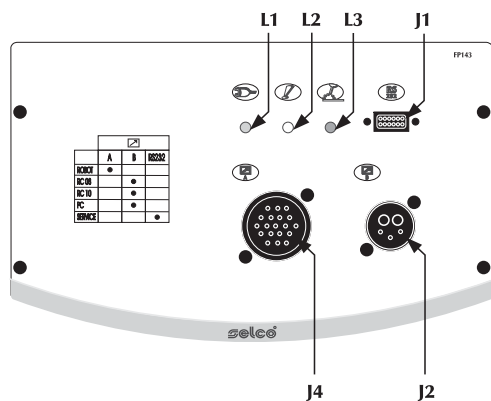

Abb. 3
2.1.3 Vorderes Schaltfeld FP143 (Abb. 3)